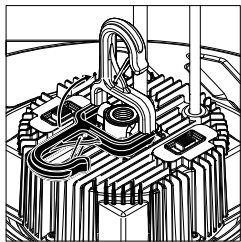

Fig 1
**1.1 Tipo de montaje estándar (gancho suspendido)-** Gancho de elevación a la posición vertical (consulte la Fig. 1).